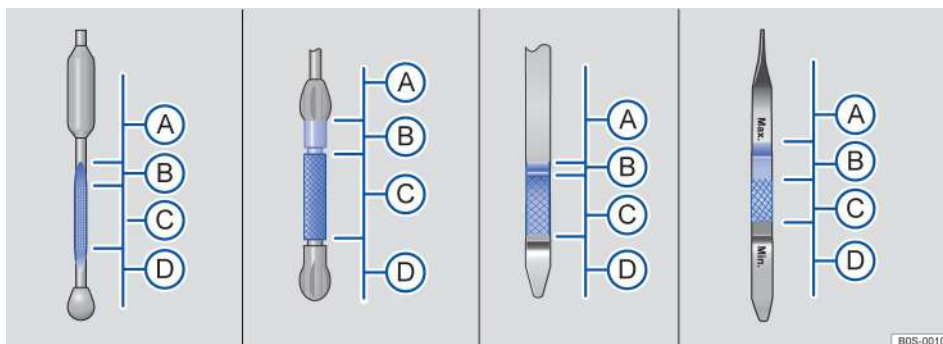
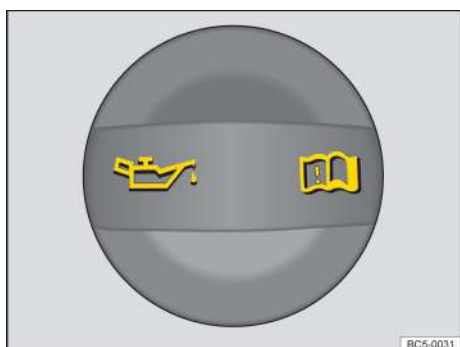

Рисунок 135. Метки уровня моторного масла на щупе (разные типы)
Рисунок 136. В моторном отсеке: крышка заливной горловины моторного масла (Схематическое изображение)
Уровень масла должен быть на верхней границе зоны С → Рисунок 135  при работе двигателя в тяжелых условиях, при дальних поездках по автомагистралям в летнее время, буксировке прицепа или движении в горной местности.
4. Найдите заливную горловину моторного масла и масляный щуп. Маслоналивную горловину двигателя можно определить по символу  на крышке → Рисунок 136, а масляный щуп можно узнать по цветной ручке. Если вы не уверены в местонахождении крышки и маслоизмерительного щупа, обратитесь к авторизованному дилеру Компании.
7. Снова вытащите масляный щуп и проверьте уровень масла на щупе. Информация об уровне масла помечена следующим образом → Рисунок 135:
- (A) Не запускайте двигатель → ⓪. Пожалуйста, свяжитесь с авторизованным дилером Компании.
- (B) Не добавляйте моторное масло → ⓪. Перейдите к шагу 16.
- (C) Уровень моторного масла в норме. Когда нагрузка на двигатель высока, вы можете доливать моторное масло до верхнего предела этой зоны. Перейдите к шагу 8 или 16.
- (D) Уровень моторного масла слишком низкий. Обязательно долейте моторное масло. Перейдите к шагу 8.
9. Открутите крышку заливной горловины моторного масла → Рисунок 136.
13. Уровень масла в двигателе после заливки должен быть как минимум в середине области → Рисунок 135 ареа (C). Уровень масла не должен превышать зону (C), должен находиться в пределах зоны (B), но никогда не должно быть в зоне (A) → ⓪.
14. Не запускайте двигатель, если по ошибке было добавлено слишком много моторного масла, а уровень масла находится на отметке (A) → Рисунок 135 (A). Свяжитесь с авторизованным дилером Компании.